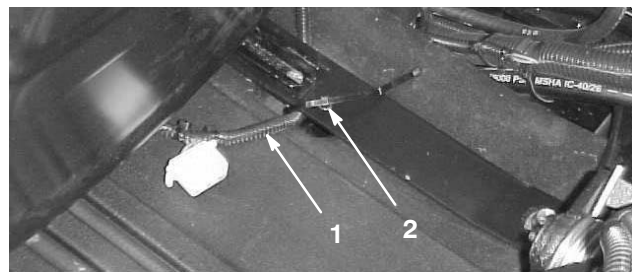

Figura 6
7. Apenas nos bancos standard, empurre o banco todo para a frente, puxe o cabo para a direita, de forma a que o dispositivo de ligação por utilizar se encontre na posição tal como está representada na Figura 6, e prenda o cabo do interruptor do banco ao orifício mais posterior na faixa do banco usando uma braçadeira (a braçadeira é fornecida com o kit).